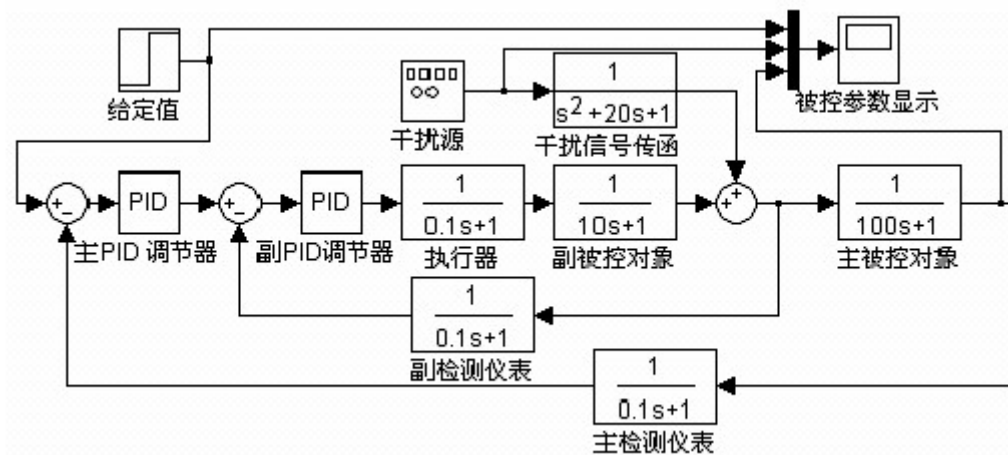
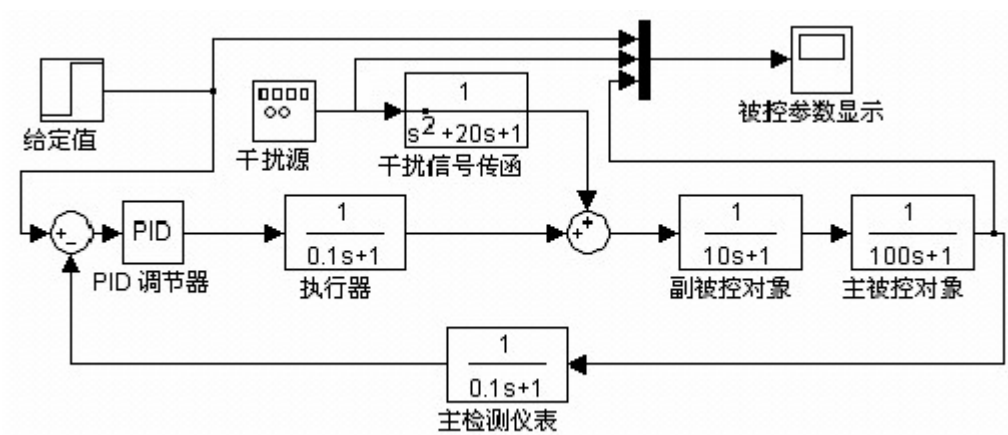

图 3
图 4
- 3、用 MATLAB 的 Simulink 画出上述两个系统，分别如图 3 串级控制系统和图 4 单回路控制系统。
4、图 3 中，分别设定主调节器和副调节器的参数，使得串级控制系统的控制性能良好。记录仿真曲线。（提示主调节器采用 P 比例调节， K_p 在 80-120 之间，副调节器采用 PD 调节， K_p 在 40-60 之间， K_d 在 15-25 之间）。
5、图 4 中，采用步骤 4 所得到的主调节器参数，得到单回路控制系统的阶跃响应曲线，并记录下来，与图 3 的响应曲线做比较。